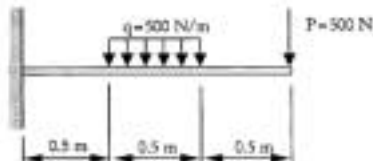

Figura 2.
**PROBLEMA 2.-** Representar los diagramas de esfuerzos cortantes y momentos flectores de la viga de la figura 2.